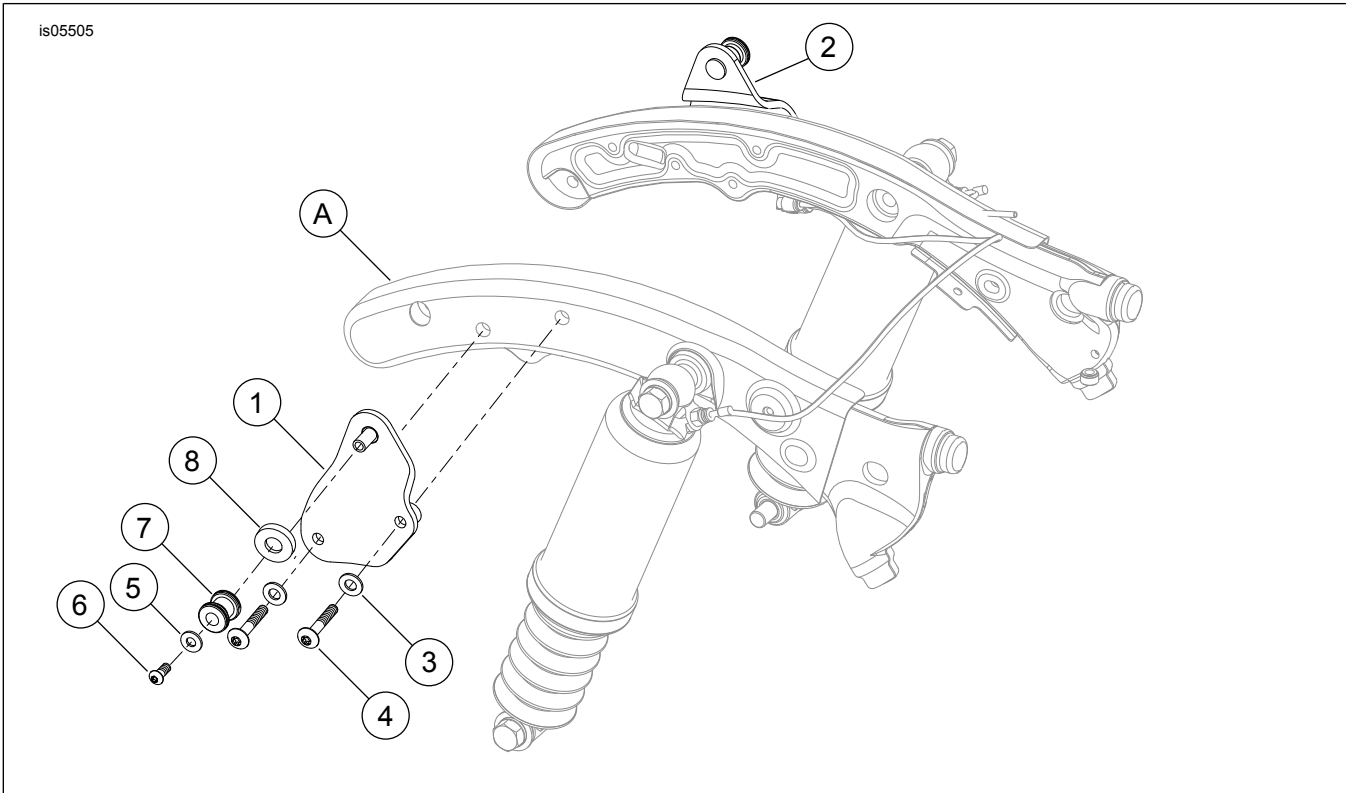

Figura 2. Piezas de servicio: Kit de elementos de sujeción de acoplamiento desmontable
Vea Figura 2 y Tabla 1.
1. Vea Figura 2 y Tabla 1. Aplique 2 ó 3 gotas de Loctite® 262 (rojo) a los tornillos TORX® (4). Instale las placas de acoplamiento (1 y 2) en la cubierta del guardabarros y el riel del guardabarros (A) con las arandelas (3) y los tornillos TORX (4) y apriete a 23 N·m (17 ft-lbs).
3. Vea Figura 2 y Tabla 1. Instale los puntos de acoplamiento (7) en las placas de acoplamiento (1 y 2) utilizando las arandelas (5 y 8) y el tornillo (6). Apriete a 14,2 N·m (10,5 ft-lbs).